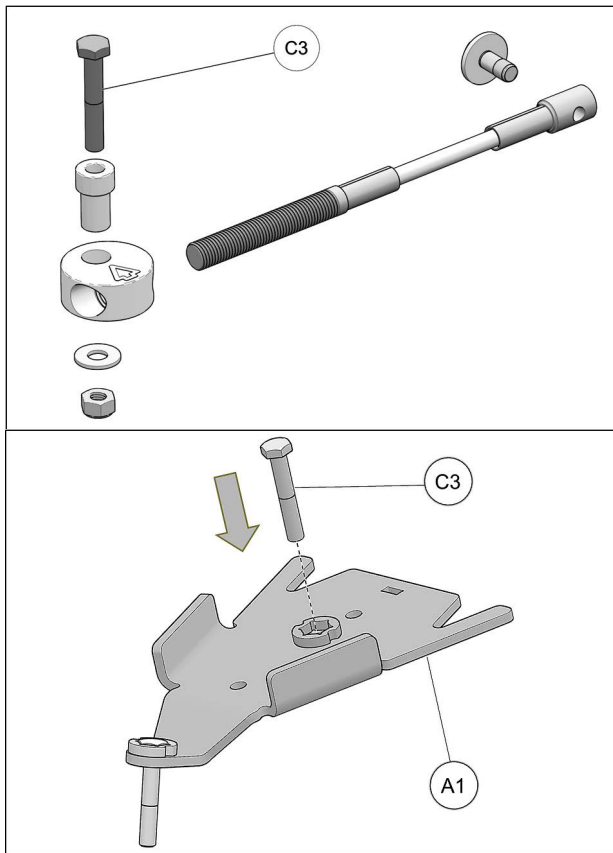

Fig. 20
9. Insérer le boulon M10x60 mm (C3) de l'ensemble de limiteur de conduite aux ancrages avant (A1) comme montré à la Fig. 20